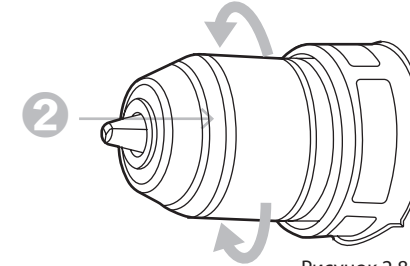

Рисунок 2.8. Установка оснастки
① Поверните втулку патрона «2» (рисунок 2.8.) против часовой стрелки для открытия зажимных кулачков настолько, чтобы можно было вставить оснастку. Вставьте оснастку в патрон как можно глубже. Поверните втулку патрона «2» (рисунок 2.8.) по часовой стрелке для затяжки патрона.
② Для снятия биты, поверните втулку «2» (рисунок 2.8.) против часовой стрелки. При использовании